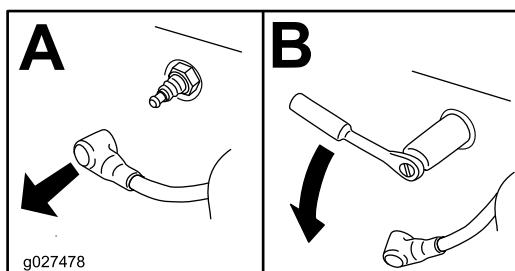

Figure 43
- Enlevez la bougie (Figure 43).